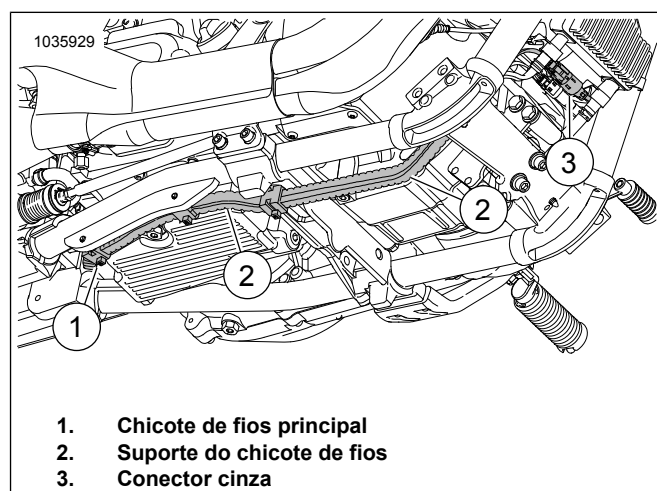

Figura 43. Suporte do chicote de fios
12. Veja Figura 43. Oriente o conector do chicote de fios cinza para fora do compartimento traseiro da bateria:
- Localize o chicote de fios principal (1) levando até o suporte do chicote de fios (2).
- As cores dos conectores (3) devem ser correspondentes: cinza com cinza.
- Fixe o chicote de fios no lado interno do suporte do chicote de fios (2) com as abraçadeiras conforme necessário.